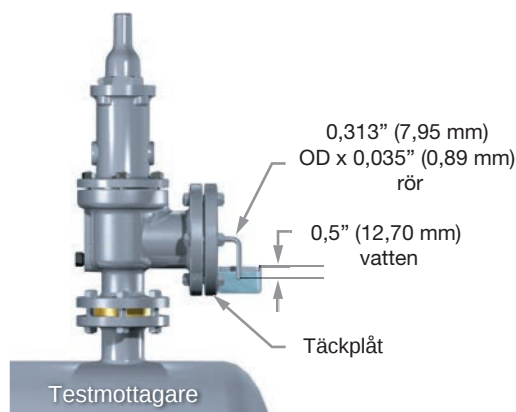

Bild 40: Typisk testuppställning
Allmän information Ställ upp ett typiskt testarrangemang för att bestämma tätheten för SRV-ventiler för luft- eller gasdrift (i enlighet med ANSI B147.1/API RP 527) (se bild 40).
- Med ventilen vertikalt monterad (se bild 40) bestämmer du läckagehastigheten, i bubblor per minut, med ett tryck vid SRV-inloppet som hålls vid 90 % av det inställda trycket omedelbart efter öppning. För ventiler som är inställda på 50 psig (3,45 barg) eller lägre hålls trycket på 5 psig (0,34 barg) under inställt tryck. Testtrycket ska tillföras i minst 1 minut för ventiler med inloppsstorlekar upp till 50,8 mm (2"), 2 minuter för storlekar 63,5 mm (2,5"), 76,2 mm (3") och 101,6 mm (4") och 5 minuter för storlekarna 152,4 mm (6"), 203,2 mm (8"), 254 mm (10") och 304,8 mm (12"). För ventiler med metall-mot-metall som är avsedda för gasformig drift får läckaget inte